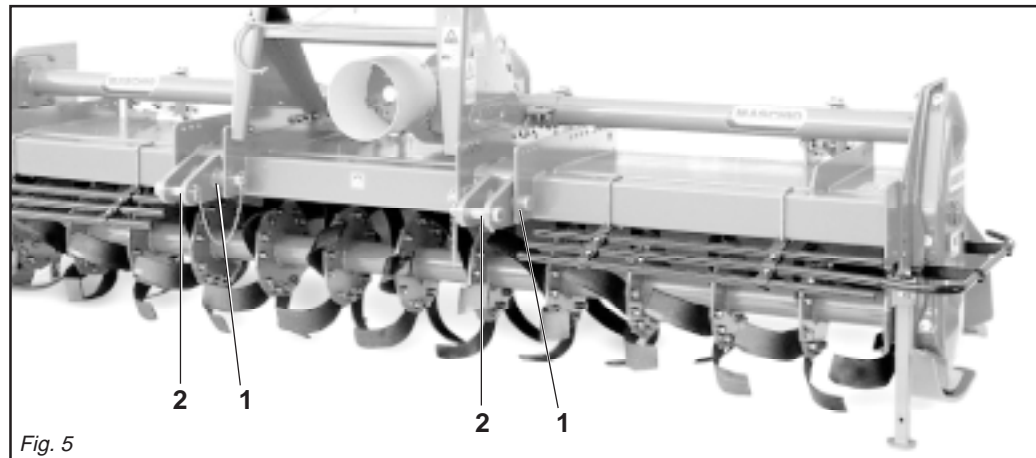

Fig. 5
In base alle dimensioni specifiche di questi 2 tipi di attacchi dei trattori è necessario determinare la posizione più favorevole della macchina spostando opportunamente sul tubo quadro le piastre (1 Fig. 5) e inserendo i perni (2 Fig. 5) nei fori corrispondenti al giusto diametro delle parallele del trattore.
Le piastre (1 Fig. 5) vanno montate sempre e solo come mostrato in Fig. 5 con i fori posizionati anteriormente al tubo quadro.
*Depending on the precise dimensions of these two types of hitches, find the best position for the machine by moving the plates (1 Fig. 5) along the square tubular and inserting the pin (2 Fig. 5) in the holes corresponding to the correct diameter for the tractor's parallel arms.*
*The plates (1 fig. 5) must always and only be mounted as shown in Fig. 5 with the holes towards the front of the square tubular.*
Aufgrund der spezifischen Abmessungen dieser beiden Schlepperanschlüsse kann man die günstigste Position der Maschine festlegen, indem man die Platten (1 Abb. 5) auf dem Vierkantrohr verschiebt und die Bolzen (2 Abb. 5) in die entsprechenden Bohrungen mit dem richtigen Durchmesser auf dem Schleppergestänge einsteckt.
Die Platten (1 Abb. 5) dürfen nur und ausschließlich so montiert werden, wie es in Abb. 5 gezeigt ist, nämlich mit den Bohrungen, die vor dem Vierkantrohr angeordnet sind. Der Hersteller haftet nicht für die Beschädigung der Maschine oder des Schleppers infolge der Nichtbeachtung dieser Angabe.
*En fonction des dimensions spécifiques de ces deux types d'attelages des tracteurs il faut déterminer la position la plus favorable de la machine en déplaçant, sur le tube carré, les plaques (1 Fig. 5) et introduire les axes (2 Fig. 5) dans les trous correspondant au bon diamètre des parallèles du tracteur.*
*Les plaques (1 Fig. 5) doivent obligatoirement être montées comme illustré dans la Fig. 5 en utilisant les trous placés à l'avant du tube carré.*
En relación a las dimensiones específicas de estos dos tipos de enganche de los tractores hace falta determinar la posición más favorable de la máquina desplazando oportunamente en el tubo cuadrado las placas (1 Fig. 5) e introduciendo los pernos (2 Fig. 5) en los orificios correspondientes al correcto diámetro de las paralelas del tractor.
Las placas (1 Fig. 5) deben ser montadas siempre y solamente según lo indicado en la Fig. 5 con los orificios posicionados delante del tubo cuadrado. La firma constructora no es responsable de rupturas en la máquina o en el tractor originadas por falta de respeto de esta indicación.
- 1 - Accostare le parallele del sollevatore ponendole all'interno delle piastre (1 Fig. 5), inserire il perno (2 Fig. 5) nel foro predisposto e bloccare con le copiglie a scatto.
- 1- *Near the lift bars, setting them in the most suitable plates (1 Fig. 5). Insert the pin (2 Fig. 5) into the relative hole and lock in place with the snap-in split pins.*
- 1- Die Lenker des Krafthebers annähern und in die am besten geeigneten Platten schieben (1 Abb. 5). Den Bolzen (2 Abb. 5) in das Loch stecken und mit dem einrastenden Splint blockieren.
- 1- *Approchez les barres du relevage en les plaçant à l'intérieur des plaques les plus appropriées (1 Fig.5), introduisez l'axe (2 Fig. 5) dans le trou correspondant et bloquez par les goupilles à encastrement.*
- 1- Acercar las barras del elevador poniéndolas dentro de las placas más indicadas (1 Fig. 5), introducir el perno (2 Fig. 5) en el orificio y bloquear con los pasadores de resorte.